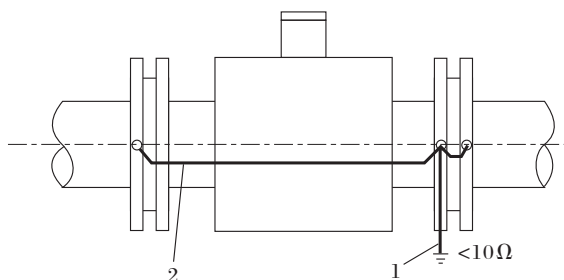

图12 传感器在金属管道上安装时的接地示意图
传感器产生的流量信号非常小，在满量程时也只有几个毫伏，所以传感器接地应良好，必须按图12~14所示接好接地线。
(1) 从电磁流量计的作用原理和流量感应信号电流的回路来分析，接地端必须与被测介质同电位。
(2) 以大地为零电位，减少外界干扰。一般情况下，工艺管道都是金属管，本身都是接地的，这点要求很容易满足，但是在外界电磁场干扰较大的情况下，电磁流量计应另行设置接地装置，接地线采用总截面大于 4mm^2 的多股铜线，传感器的接地线绝对不能接在电机或其它设备的公共地线上，接地电阻应小于 10Ω 。
- 传感器在金属管道上安装，金属管道内壁没有绝缘涂层时按图 12 接地。